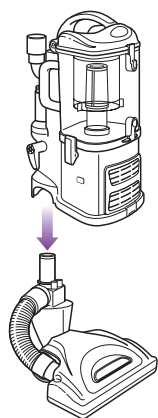

Fig. 8
- 2 Alignez le tube de la brosse à planchers avec le tube du corps de l'aspirateur *Lift-Away^{MD}* en les enfonçant l'un dans l'autre jusqu'à ce que les deux pièces s'enclenchent. (Fig. 8)